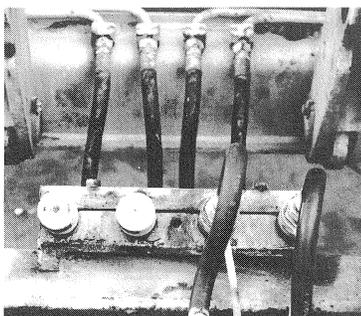

fig. 26
- Protéger les accouplements rapides non raccordés contre l'encrassement. Visser les chapeaux antipoussières (fig. 26)